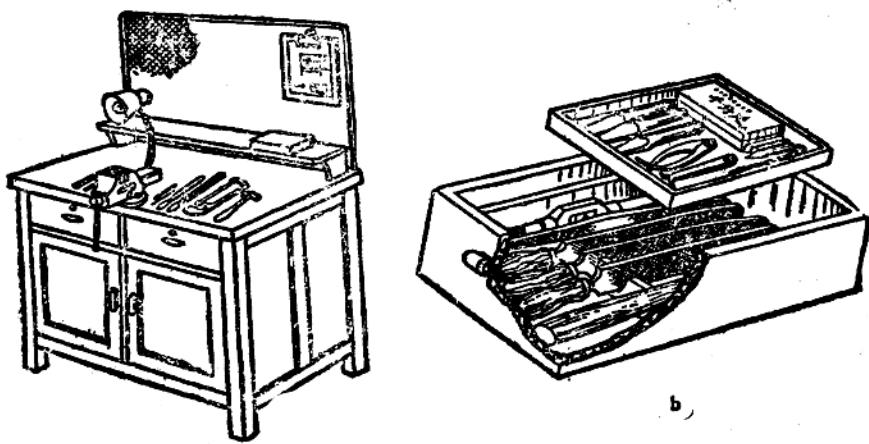

图 1-4 工、量具安放布置
(1) 主要设备的布置。应将钳台安置在便于工作和光线适宜的位置。在钳台上安装安全网。钻床和砂轮机放置在工作间的边沿处，保证工作的安全。
(2) 毛坯或工件应放置在搁架上，或者规定的地点，排列整齐平稳。要保证安全，便于取放，避免已加工表面的碰撞。同时又不要影响操作者的工作。
(3) 工、量具安放、布置(图1-4)。常用工具、量具应放在工作位置的近处，使用时拿取方便。工、量具不得混放在一起。量具用后应放在量具盒里。工具用后，要整齐地放在工具箱里，不得随便堆放。否则会造成损坏或取用不便，也容易丢失。
(4) 工作场地应保持整洁。工作完毕，要将工具进行清点，并放回工具箱，擦拭钳台和其他设备，认真清理场地的铁屑和油污，并打扫干净地面。